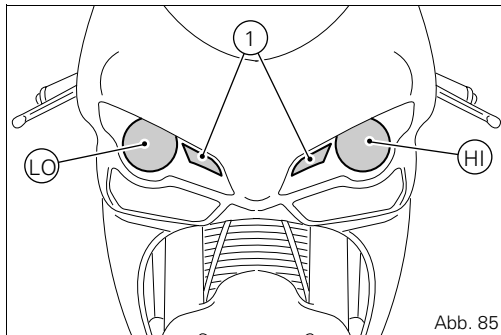

Abb. 85
Beim Austauschen einer durchgebrannten Lampe darauf achten, dass die Ersatzlampe die Spannungs- und Leistungswerte gemäß Abschnitt „Elektrische Anlage“ aufweist, siehe Seite 116. Die Funktionstüchtigkeit der neuen Lampe unbedingt vor Montage der entfernten Teile prüfen. In Abb. 85 wird die Position der Lampe von Abblendlicht (LO), Fernlicht (HI) und Standlicht (1) angegeben.